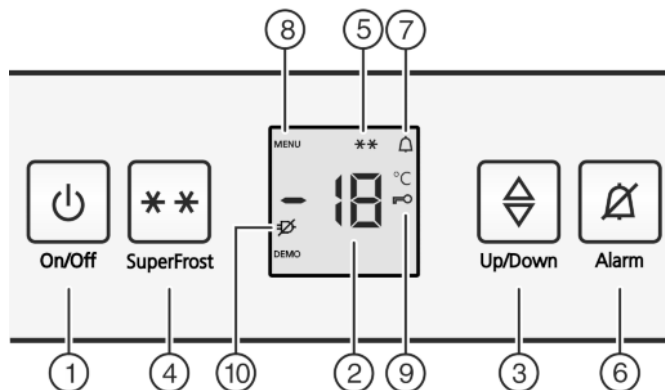

Fig. 2
- Aan/uit-toets Fig. 2 (1) indrukken.
- ▶ Instelmodus activeren: Druk de toets SuperFrost *Fig. 2 (4)* gedurende ca. 5 seconden in.
- ▷ Op de display wordt het symbool Menu *Fig. 2 (8)* weergegeven.
- ▶ Met de toets SuperFrost *Fig. 2 (4)* kort bevestigen.
- ▷ Het symbool Kinderbeveiliging *Fig. 2 (9)* op de display gaat branden.
- ▶ Druk de toets On/Off *Fig. 2 (1)* kort in.
- ▷ Het symbool Kinderbeveiliging *Fig. 2 (9)* gaat uit.
- ▶ Toets Alarm *Fig. 2 (6)* indrukken.
Tegelijkertijd knipperen de temperatuurdisplay en het symbool Alarm *Fig. 2 (7)*.
Het akoestisch alarm stopt automatisch, het symbool Alarm *Fig. 2 (7)* gaat uit en de temperatuurdisplay houdt op met knipperen, wanneer de temperatuur weer laag genoeg is.